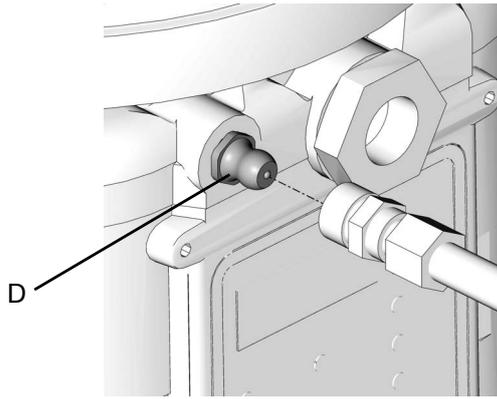

FIG. 12
<ul style="list-style-type: none"> • Toujours nettoyer le raccord d'entrée (D) (FIG. 12) avec un chiffon propre et sec avant de remplir le réservoir. La poussière et/ou des débris peuvent endommager la pompe et/ou le système de lubrification. • Il convient de bien faire attention, pendant le remplissage du réservoir à l'aide ou d'une pompe de transfert pneumatique ou électrique, à ne pas pressuriser et briser le réservoir.